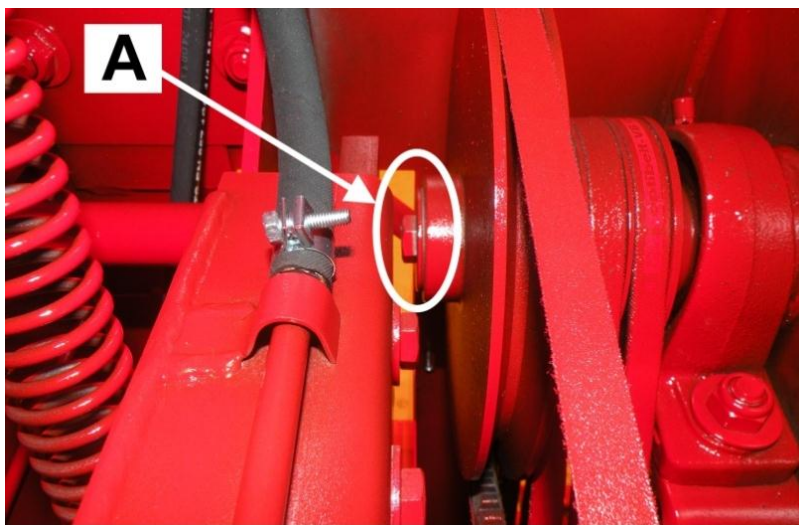

Bild 41.
4. Lösgör remskivans bult A på bild 41 och ta bort remmarna (3 st. A38) från den övre remskivan.
5. Sätt nya remmar på plats och dra åt fästbultarna A på bild 41.